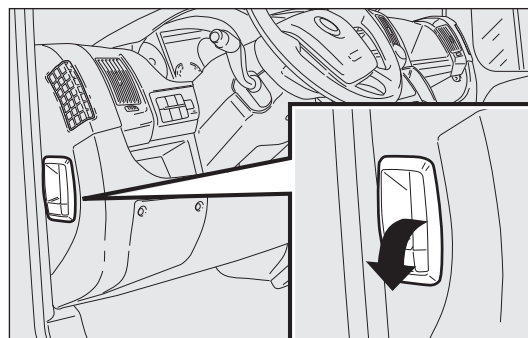

fig. 123
- tirer la manette fig. 123 dans le sens indiqué par la flèche;